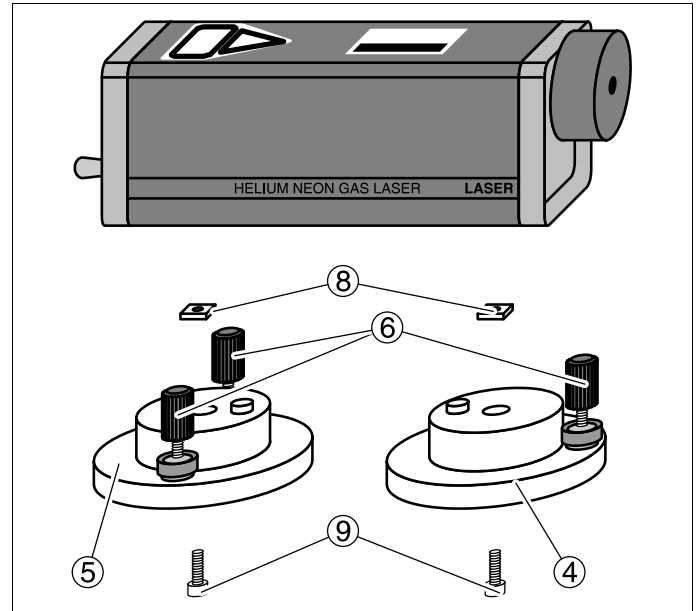

Fig. 14
Laserträger am Laser montieren. Dazu die beiden Vierkantmutter ⑧ in die Montagennut an der Unterseite des Lasers schieben und die Trägerplatten ④ und ⑤ mit Hilfe der Imbusschrauben ⑨ entsprechend Fig. 14 am Laser befestigen. Vordere Trägerplatte ④ an die Seite des Laserstrahlaustritts, hintere Trägerplatte ⑤ so weit wie möglich am anderen Ende des Lasers montieren.
Attach the laser mount to the laser. To do this, slide the square nuts ⑧ into the mounting groove on the bottom of the laser, and attach the mounting plates ④ and ⑤ to the laser using the Allan screws ⑨ as shown in Fig. 14. Attach the front mounting plate ④ beside the laser emission aperture, and the rear mounting plate ⑤ as close as possible to the other end of the laser.